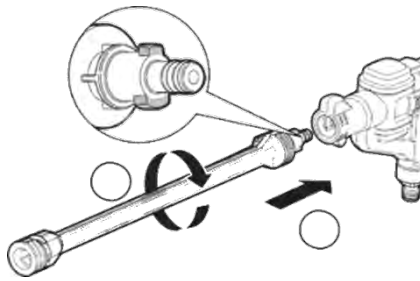

Рисунок 5
3.4.7 Подовжувальну насадку з розпилювачем приєднайте до корпусу мийки (рис. 5). У разі застосування миючої рідини встановіть ємність з нею.